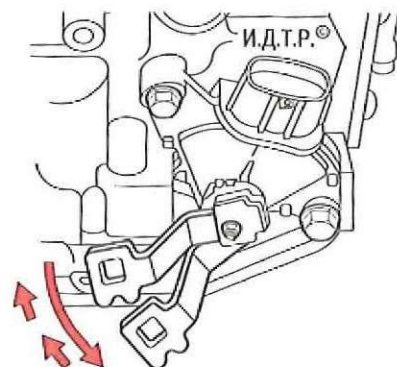

Рис. 6.24. Перемещение рычага приводного вала
4. Переведите рычаг приводного вала до упора в низ (рис. 6.24).